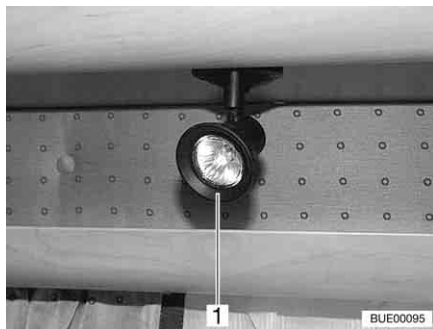

Bild 198 Halogenspotleuchte
- Äußeren Ring (Bild 198,1) nach links drehen, bis er sich vom Gehäuse löst.